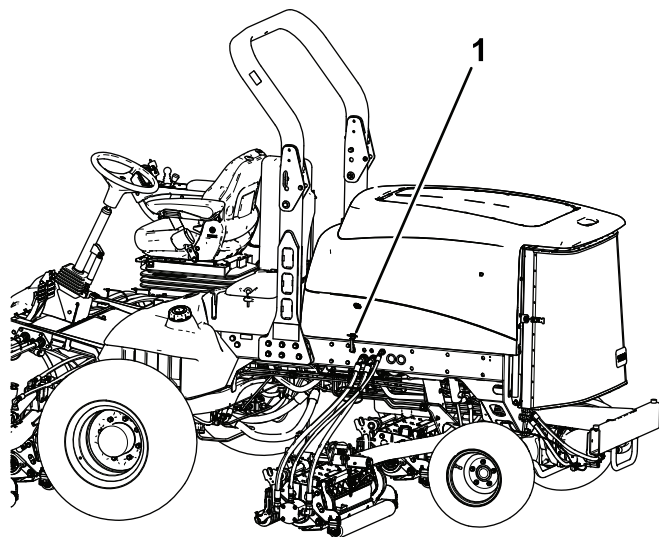

Рисунок 33
1. Освободите защелку капота из кронштейна (Рисунок 33).